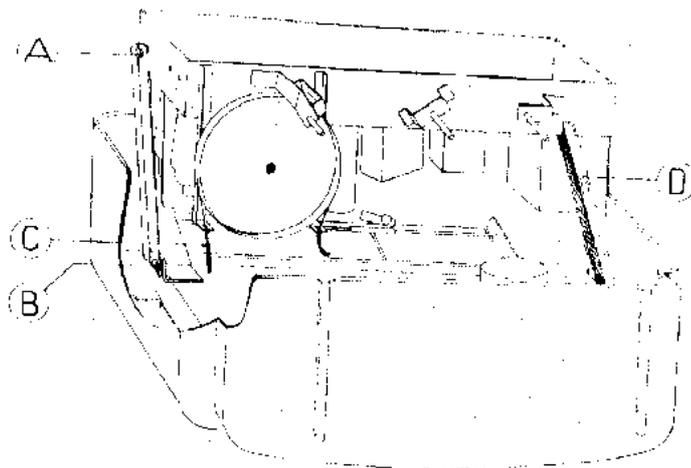

Abb. 4.
Zur zweckdienlichen Störungssuche ist ein gutes Meßgerät unentbehrlich. Zur Fehlerortsbestimmung ist das Gerät vorzugsweise aus dem Gehäuse zu kippen, da dann sämtliche Einzelteile zugänglich sind (siehe den Abschnitt „Herausschwenken des Chassis aus dem Gehäuse“. (Abb. 4).
Der Empfänger ist so ausgeführt, daß das Chassis bei den meisten Bearbeitungen nicht aus dem Gehäuse genommen zu werden braucht; vielmehr genügt es, das Chassis nach Abb. 4 aus dem Gehäuse zu schwenken.
5. Die in Abb. 4 mit A und B bezeichneten Schrauben lockern.